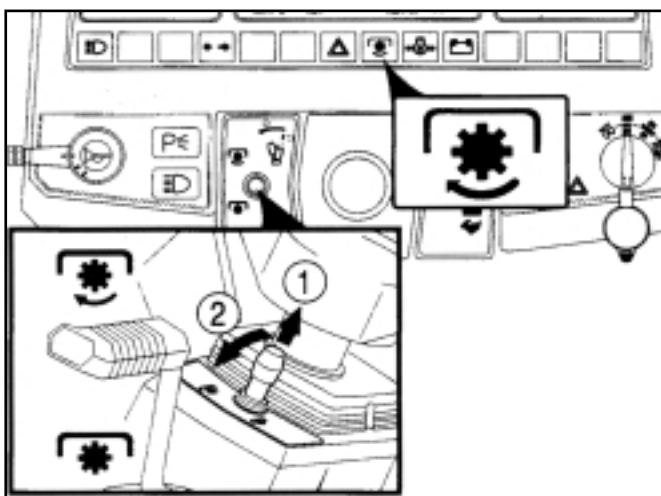

FIG. 14 / ABB. 14 / FIG. 14
Un levier de sécurité est prévu pour embrayer/débrayer la prise de force. (Fig.14).
Une fois que la prise de force est embrayée, le témoin (Fig.14) s'allume.
*NOTE: Lorsque la prise de force est utilisée, le contacteur de prise de force (Fig. 14) doit être utilisé en même temps que le sélecteur de prise de force arrière à gauche du siège du conducteur. Voir le chapitre UTILISATION pour de plus amples informations.*
Dieser Zug-Wippschalter (Abb. 14) dient zum Ein-/ Auskuppeln des Zapfwellenantriebs.
*HINWEIS: Zum Einsatz der Heckzapfwelle muß der Zapfwellenschalter (Abb. 14) in Verbindung mit dem Heckzapfwellenhebel links neben dem Fahrersitz verwendet werden. Die Einzelheiten hierzu sind in dieser Anleitung im Abschnitt über den Betrieb aufgeführt.*
Een veiligheidsschakelaar (Fig.14) schakelt het PTO-systeem aan en uit.
*OPMERKING: Wanneer de achteraftakas gebruikt wordt, gebruikt u de PTO-schakelaar (Fig.14) samen met de hendel voor de achteraftakas (links van de bestuurderszetel). Raadpleeg de sectie over "Werking" voor uitvoerige details.*